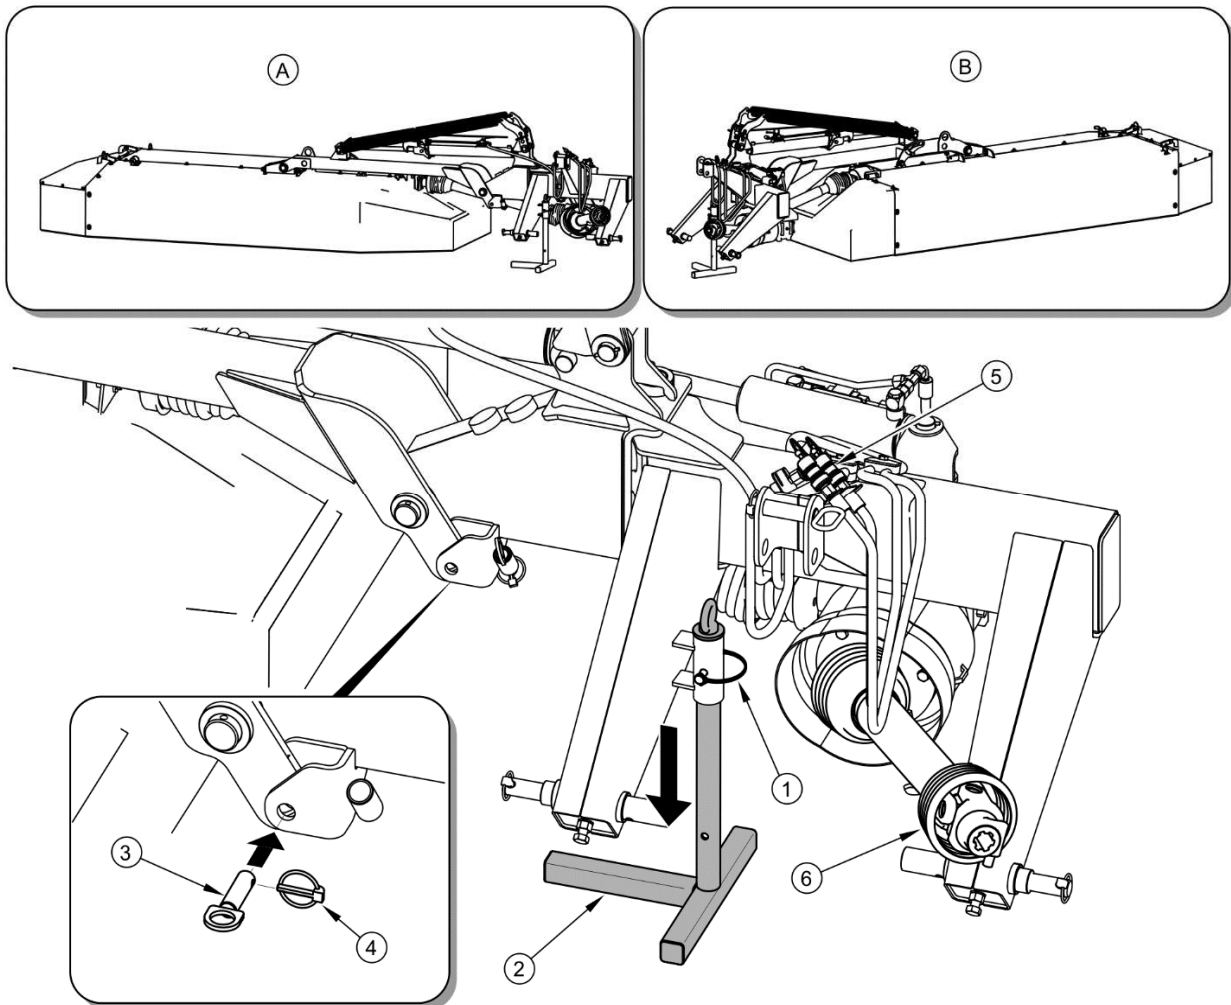

РИСУНОК 4.15 Отсоединение косилки от трактора
Прежде чем отсоединить косилку от системы навески трактора, необходимо заблокировать несущее плечо в стояночном положении при помощи шкворня (3) и чеки (4) (рисунок 4.15). Запрещается отсоединять косилку от трактора с незаблокированным несущим плечом.